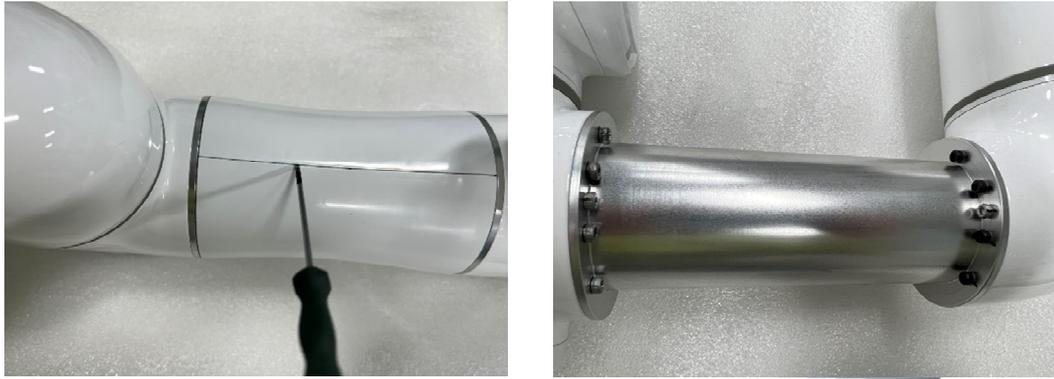

图 3-21：松开肘部关节和上臂连杆相连的内六角螺钉
4. 用一字螺丝刀沿缝隙撬开上臂连杆装饰套管，并松开上臂连杆和肘部关节相连的 10 颗 M4 内六角螺钉，如图 3-21 所示。